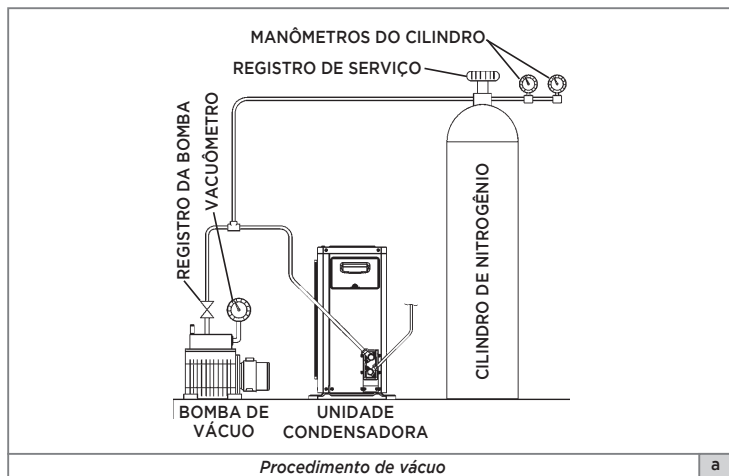

Fig. 45a - PROCEDIMENTOS DE VÁCUO E RECARGA
- As válvulas saem fechadas de fábrica para reter o refrigerante na condensadora. Para fazer o procedimento de vácuo, mantenha a válvula na posição fechada e interligue o sistema à bomba de vácuo e ao vacuômetro, conforme a Fig. 45a.
- Monte um circuito como mostrado na Fig. 45a. Feito isto, pode-se realizar o procedimento de vácuo no sistema.
- Após concluído e aprovado o procedimento de vácuo (subitem 6.6), remova a bomba de vácuo, o vacuômetro e o cilindro de Nitrogênio, representados no esquemático da Fig. 45a.